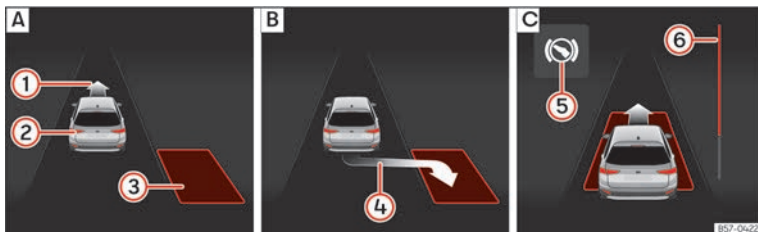
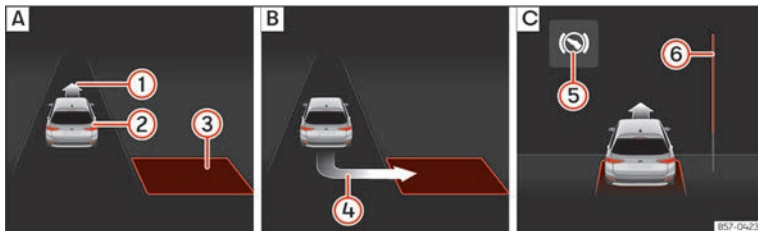

Abb. 141 Am Bildschirm des Kombi-Instruments: längs einparken. **A**: Parklücke suchen. **B**: Position zum Einparken. **C**: Rangieren.
Abb. 142 Am Bildschirm des Kombi-Instruments: quer einparken. **A**: Parklücke suchen. **B**: Position zum Einparken. **C**: Rangieren.
- Prüfen Sie anhand der Anzeige im Bildschirm des Kombi-Instruments, ob die Parklücke als „geeignet“ erkannt wurde und ob die korrekte Position zum Einparken » **(Abb. 141)** **B** oder
» **(Abb. 142)** **B** erreicht wurde. Die Parklücke wird als „geeignet“ betrachtet, wenn auf dem Bildschirm des Kombi-Instruments die Anzeige zum Einparken erscheint **(4)**.
- Fahren Sie rückwärts, bis das Dauertonsignal des ParkPilot ertönt; **ODER:** fahren Sie zurück, bis auf dem Bildschirm des Kombi-Instruments die Anzeige für Vorwärtsfahren »» (Abb. 141) [C] oder »» (Abb. 142) [C] erscheint; **ODER:** fahren Sie zurück, bis am Bildschirm des Kombi-Instruments die Meldung **Park Assist beendet** erscheint. Die Fortschrittsanzeige ⑥ zeigt den zurückzulegenden Abstand an.
- Treten Sie auf das Bremspedal, bis die Lenkbewegungen des Parklenkassistenten beendet sind; **ODER:** bis das Symbol (S) am Bildschirm des Kombi-Instruments erlischt.
- Fahren Sie vorwärts, bis das Dauertonsignal des ParkPilot ertönt; **ODER:** fahren Sie vorwärts, bis am Bildschirm des Kombi-Instruments die Anzeige zur Rückwärtsfahrt erscheint. Der Parklenkassistent lenkt das Fahrzeug so lange beim Vorwärts- und Rückwärtsfahren, bis das Fahrzeug gerade in der Parklücke steht »» (Abb. 141) [C] bzw. »» (Abb. 142) [C].
Die Fortschrittsanzeigen »» (Abb. 141) ⑥ und »» (Abb. 142) ⑥ am Bildschirm des Kombi-Instruments zeigt symbolisch die noch zu fahrende relative Fahrstrecke an. Je länger die Distanz ist, desto größer ist der Füllstand des Fortschrittsbalkens. Bei Vorwärtsfahrt nimmt die Füllung des Fortschrittsbalkens nach oben ab und bei Rückwärtsfahrt nimmt die Füllung des Fortschrittsbalkens nach unten ab.